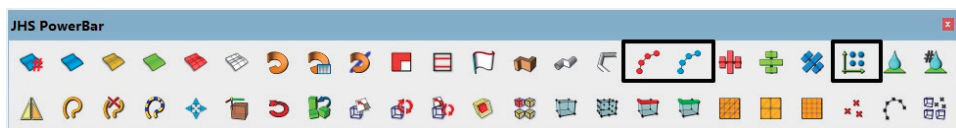
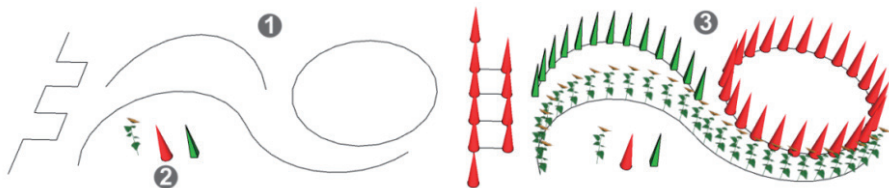
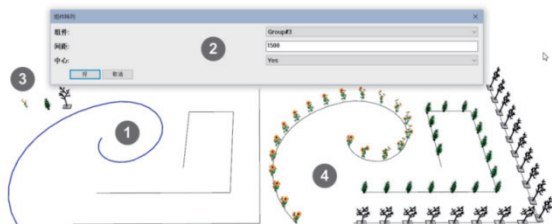

图 2.3.18 第五组工具
图 2.3.19 路径
图 2.3.20 沿路径按间距阵列实例
如图 2.3.18 所示，包括沿路径节点阵列、沿路径按间距阵列、区域阵列三个工具，这三个工具的功能都跟“复制”和“阵列”有关。
(1) 按工具名称理解，“沿路径节点阵列”应该在路径的每一个节点（即每条线段的端点）放置指定的组或组件。其操作要领如下。
选中一条（连续）的路径（图 2.3.19 ①中的四条路径中的任一条），再单击“沿路径节点阵列”工具，输入数字 0（0 代表选择节点）后按 Enter 键，最后单击图 2.3.19 ②处的任一个组或组件，阵列完成，如图 2.3.19 ③所示。
(2) 图 2.3.18 框定的第二个工具“沿路径按间距阵列”的使用要领如下。
选中一条（连续）的路径（图 2.3.20 ①中的三条路径中的任一条），再单击图 2.3.18 框定的第二个工具“沿路径按间距阵列”工具，在弹出的图 2.3.20 ②所示面板中输入间距，如 1500，然后按 Enter 键；在面板的上面一栏选择阵列的组或组件，下面一栏指定中心对齐；最后单击图 2.3.20 ③处的任一个组或组件，阵列完成，如图 2.3.20 ④所示。
请特别注意：这两个阵列工具需要的是“连续的路径”，但是图 2.3.19 和图 2.3.20 所示
(3) 图 2.3.18 中最后一个工具也是比较实用的，叫作“区域阵列”，具体用法如图 2.3.21 所示，已经准备好了一个矩形的场地，如图 2.3.21 ①所示；还准备好一个正在打太极拳的男人，如图 2.3.21 ②所示。操作顺序如下。选矩形的场地（图 2.3.21 ①）或其他形状的平面，再单击“区域阵列”工具，在弹出的面板中进行设置，如图 2.3.21 ③所示，其中第一项要选中需要阵列的组件（名称“太极拳”），在第二项中输入阵列间隔（如 2500）；若无特殊需要，下面三项不必改动；全部设置完成后，单击“好”按钮，区域阵列完成，如图 2.3.21 ④⑤所示。